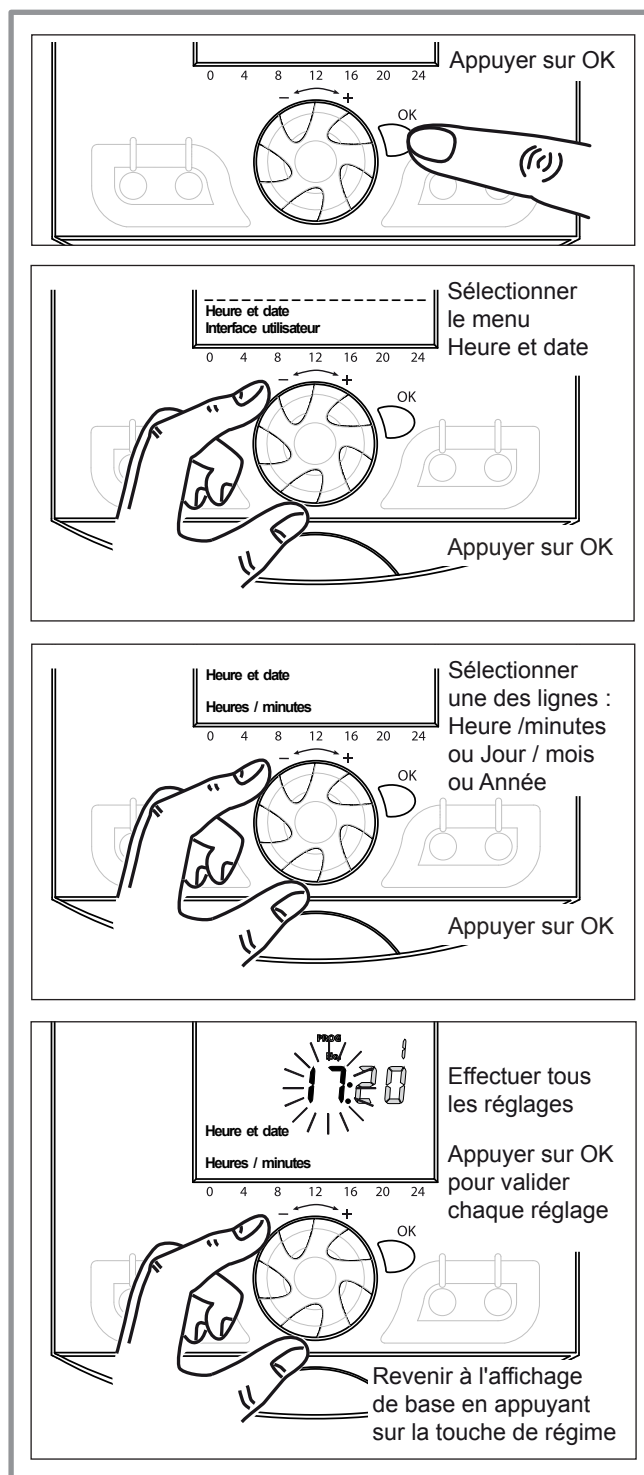

figure 55 - Réglage de l'heure et de la date
- Régler l'heure et la date en cours (figure 55).